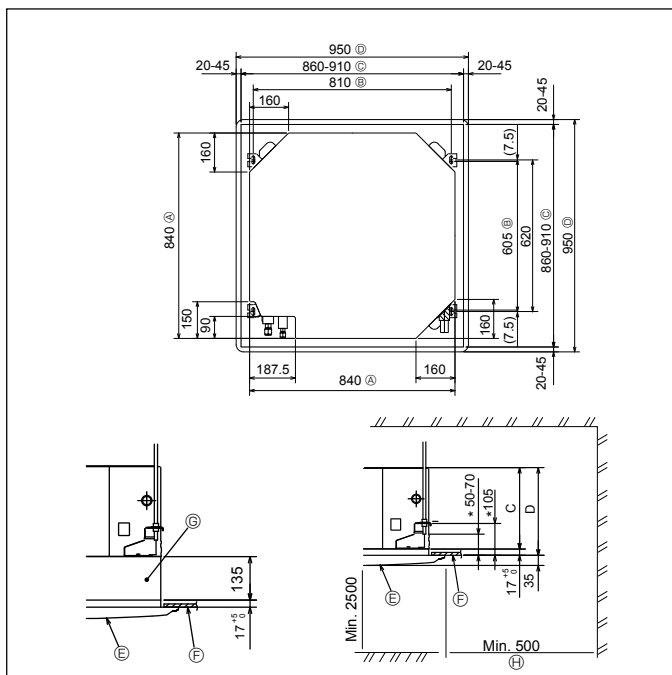

Fig. 2-2
2.2. Lage der Öffnungen in der Decke und der Befestigungsschrauben für die Aufhängung (Fig. 2-2)
- Die Abmessungen der Deckenöffnung können innerhalb des in Fig. 2-2 dargestellten Bereichs angepaßt werden. Deshalb ist die Hauptanlage in der Deckenöffnung zu zentrieren und sicherzustellen, daß die jeweils gegenüberliegenden Seiten überall den gleichen Abstand aufweisen.